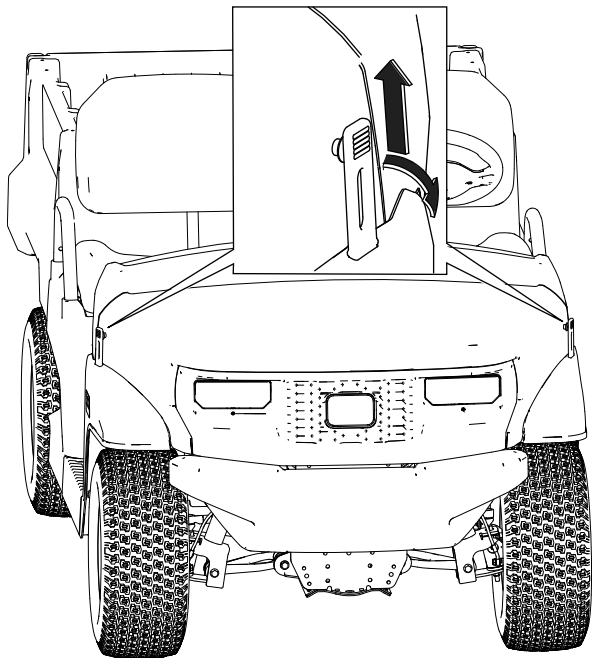

Figura 30
1. Tire hacia arriba de los enganches de goma de cada lado del capó (Figura 30).
2. Sujete el capó alineando los enganches de goma con los anclajes situados en cada lado del capó (Figura 30).